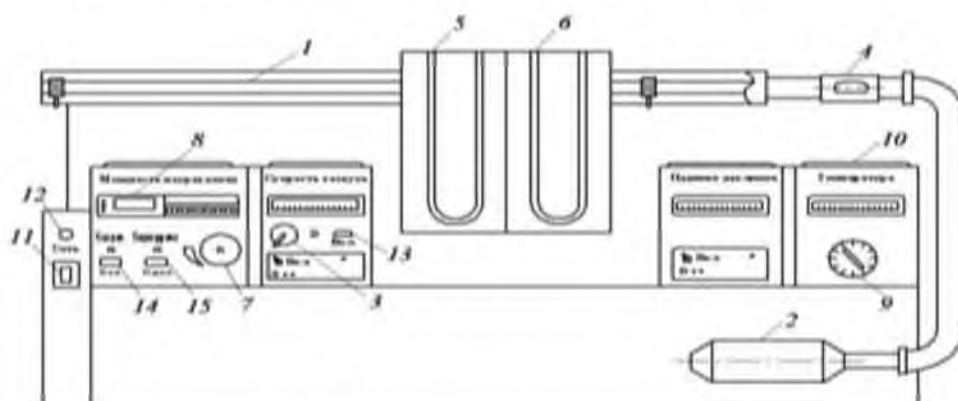
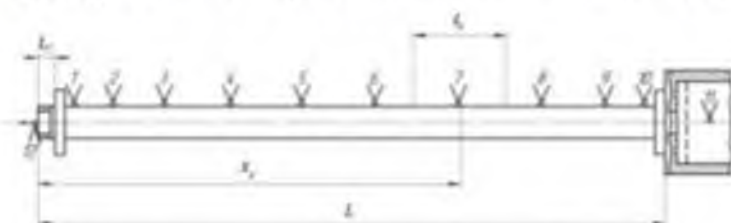

Рис. 5.1. Общий вид установки:
Рис. 5.2. Расположение термопар на рабочем участке. Значения x_i и l_i приведены в табл. 5.1
Общий вид установки представлен на рис. 5.1.
Температура стенки трубы измеряется десятью хромель-копелевыми термопарами, горячие спаи которых приварены к ее наружной боковой поверхности. Координаты горячих спаев термопар на стенке трубы, отсчитываемые от начального сечения, и длины соответствующих участков измерения (рис. 5.2), указаны в табл. 5.1.
Номера термопар, указанные на рис. 5.2, соответствуют позициям на переключателе термопар 9 (см. рис. 5.1). ТермоЭДС измеряется милливольтметром МВУ6-41А в комплекте с усилителем-преобразователем (с автоматической компенсацией температуры
1. Убедиться, что ручки регуляторов напряжения 3 и 7 (см. рис. 5.1) на панели приборов выведены против хода часовой стрелки до упора. Выключателем 11 на панели управления включить установку в сеть (при включении загорится контрольная лампа 12).
4. Время выхода установки на стационарный режим составляет около 10 мин. Убедившись в стационарности теплового режима по стабильности показаний термопар № 8, 9 и 11 (см. рис. 5.2) во времени, по милливольтметру блока измерения температуры 10 (см. рис. 5.1) найти показания всех 12 термопар. Шкала милливольтметра отградуирована в градусах Цельсия.
Здесь $\rho_{\text{ж}}$ — плотность воздуха, кг/м^3 ; \bar{w} — средняя скорость воздуха, м/с; $\bar{t}_{11} = \psi t_{11}$ — средняя по сечению температура воздуха на выходе из рабочего участка, °С; t_{12} — температура воздуха на входе в трубу, приблизительно равная температуре окружающей среды (жидкости), °С; t_{11} — температура воздуха на выходе из рабочего участка трубы (измеряется на оси), °С; p — барометрическое давление в окружающей среде, Па; $R_{\text{в}} = 287$ Дж/(кг·К) — газовая постоянная воздуха; Δp — перепад давления на трубке Пито, измеряемый дифманометром 5 (см. рис. 5.1), Па; ψ и ξ — поправочные коэффициенты, связанные с погрешностью измерения температуры и усреднением скорости ($\psi \approx 1,0$; $\xi \approx 0,8$).